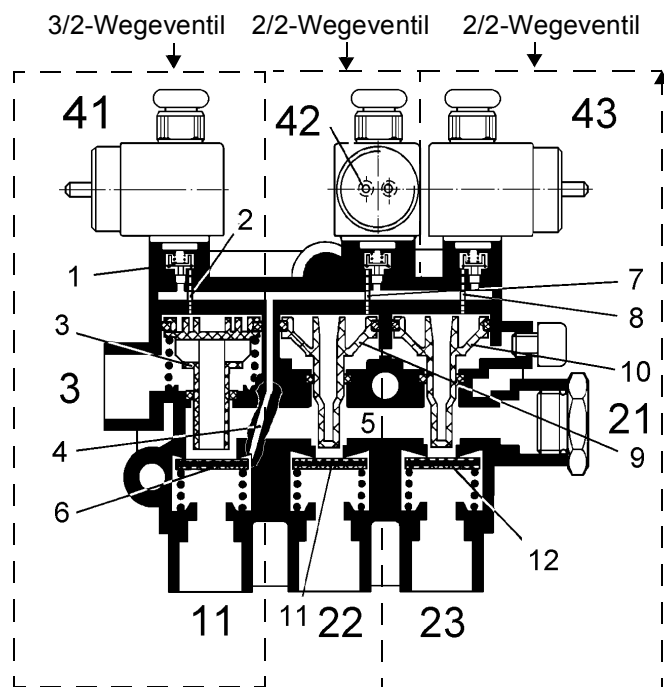

Abb. 25 Schnittdarstellung eines ECAS-Magnetventils mit federrückgeführten Sitzventilen für die Hauptachse (Einzelmagnete)
Die Arbeitsweise des 3/2-Wegeventils, ausgeführt als Sitzventil, ist folgende (↓ Abb. 25):
- Regelt ECAS die linke und rechte Seite der Achse einzeln (2-Wegsensor geregelte Achse), so steuert jeder Einzelmagnet ein 2/2-Wegeventil an (↑ Abb. 25).